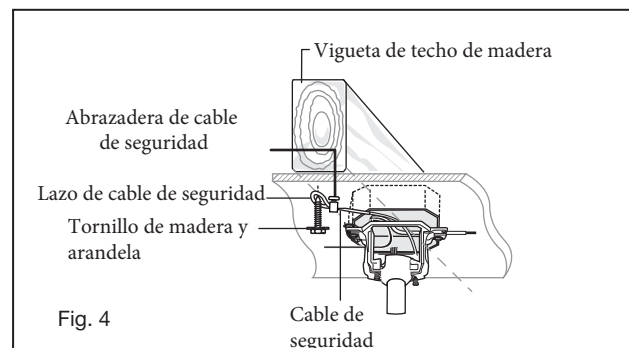

Fig. 4
- 3 Levante la bola / varilla / ventilador en la abertura del soporte de suspensión. **NOTA:** La lengüeta opuesta a la abertura del soporte del colgador debe encajar en la ranura de la bola. (Fig. 4)